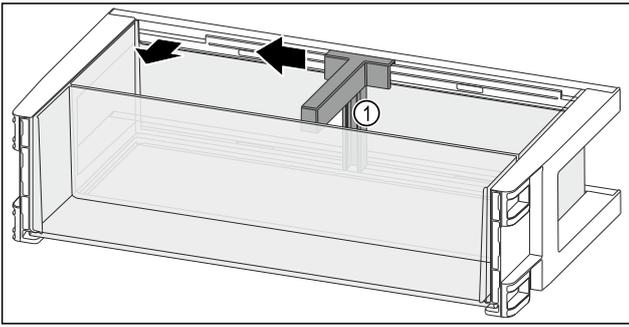

Fig. 115
- ▶ Flaschenhalter Fig. 115 (1) bis zur Aussparung zur Seite schieben.
- ▶ Flaschenhalter Fig. 115 (1) entnehmen.